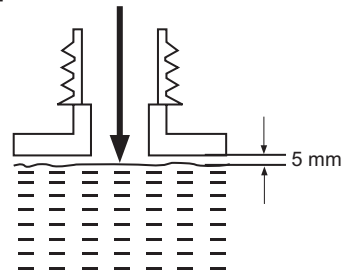

Fig. 12
- > Dévissez le bouchon du réservoir [13], retirez-le, puis versez l'huile dans le réservoir. Utilisez un entonnoir avec un filtre : Cela permet d'éviter de fendre ou de faire déborder le réservoir, et cela empêche les éventuels résidus de pénétrer à l'intérieur. Laissez un espace d'environ 5 mm entre la surface de l'huile et la paroi supérieure du réservoir, afin que l'huile puisse se répandre de manière uniforme (Fig. 12).